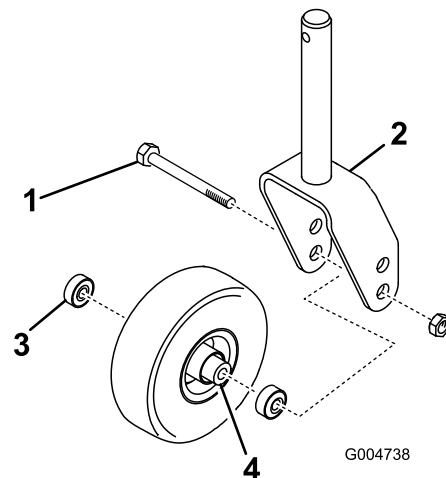

Bild 23
2. Entfernen Sie die Sicherungsmutter von der Schraube, mit der das Laufrad an der der Gabel befestigt ist (Bild 23). Halten Sie das Laufrad fest und schieben die Schraube aus der Gabel oder vom Gelenkarm ab.
3. Entfernen Sie das Lager aus der Radnabe und lassen das Lagerdistanzstück herausfallen (Bild 23). Entfernen Sie das Lager aus der gegenüberliegenden Seite der Radnabe.